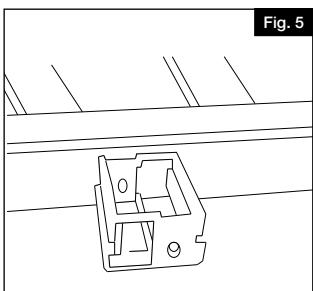

Fig. 5
Corte dos bloques espaciadores temporales de madera de 2" (5 cm) (no incluidos) para insertarlos debajo de los extremos de los tramos de barandal. Esto le ayudará temporalmente a alinear los tramos de barandal (Fig. 5).
- a. Si se instala un kit de 10' (3,05 m), localice y marque el punto central en la parte inferior (lado no ranurado) del travesaño inferior. Fije el pie de soporte en el travesaño inferior como se muestra a continuación (Fig. 5) con el tornillo de fijación suministrado.